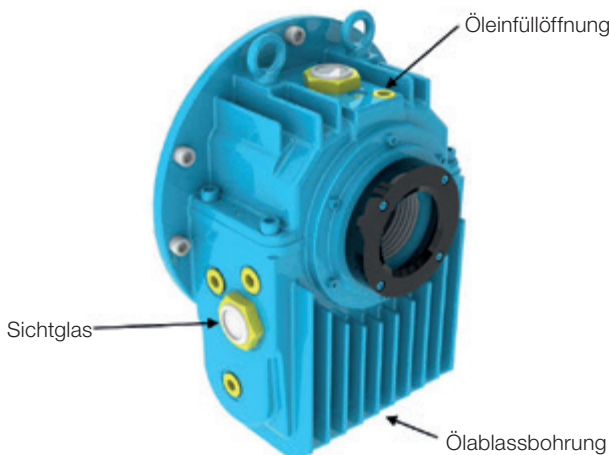

Bild 8.3 - Gleitlager
- Das Öl über die Ölablassbohrung am unteren Teil des Lagergehäuses komplett ablassen (siehe Bild 8.3);